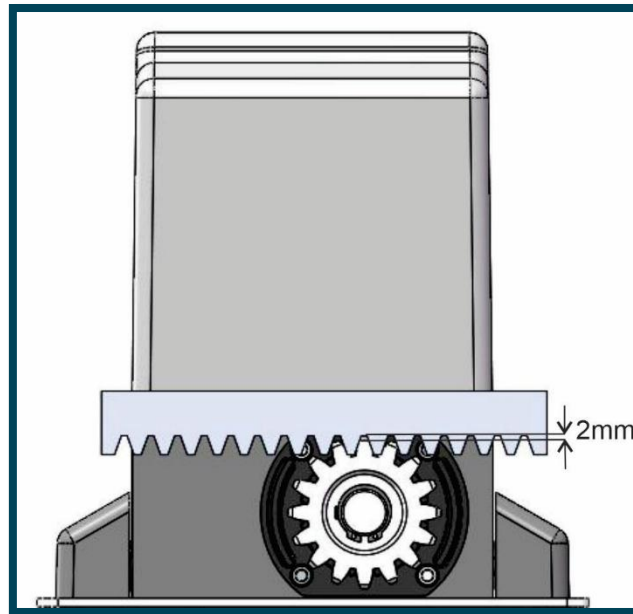

Figura 2. Montaje de cremallera.
7. Desplace la hoja hasta llegar cerca del final de ese tramo de cremallera, mantenga la separación de 2mm mencionada anteriormente (ver Figura 2). Asegure con soldadura el buje a la hoja del portón.